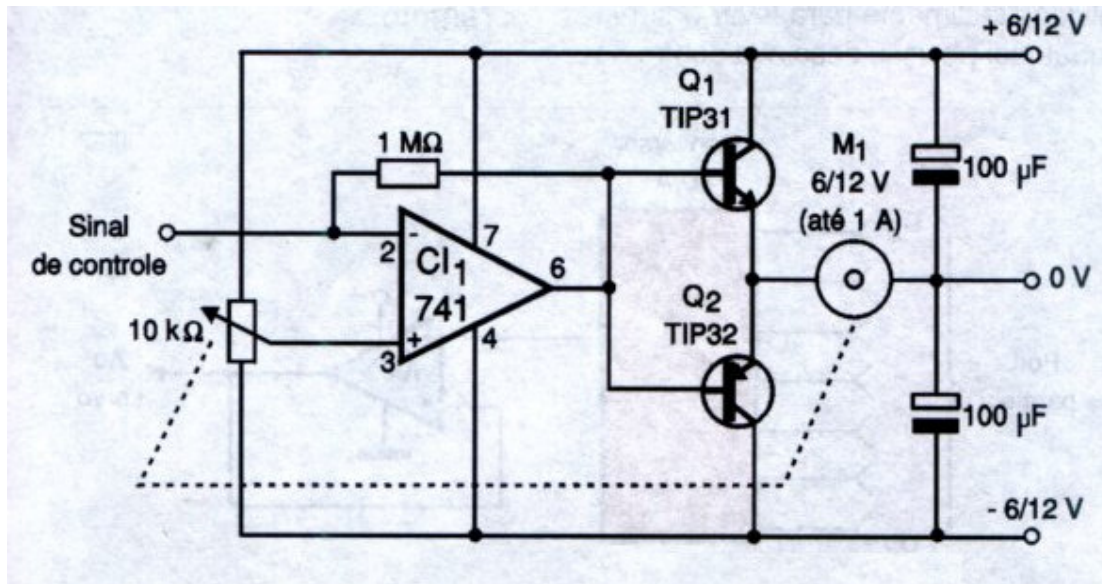

Figura 3 – Circuito Elétrico do Servo Motor
-O circuito Servo Motor é composto basicamente de um motor com engrenagens redutor de velocidade e um circuito eletrônico de servo motor como mostra a figura 3 e a foto 4 e 5 abaixo:
-Ao girarmos o potenciômetro do módulo do Servo-Motor, o circuito aciona uma corrente que dependendo do ajuste do potenciômetro acoplado no motor poderá circular em um sentido ou seu inverso, fazendo por sua vez com que o motor DC gire em um sentido ou seu contrário, estabilizando-se quando o nível de tensão do potenciômetro de controle for igual ao da tensão do potenciômetro acoplado ao Motor DC como mostra o circuito da figura 3.